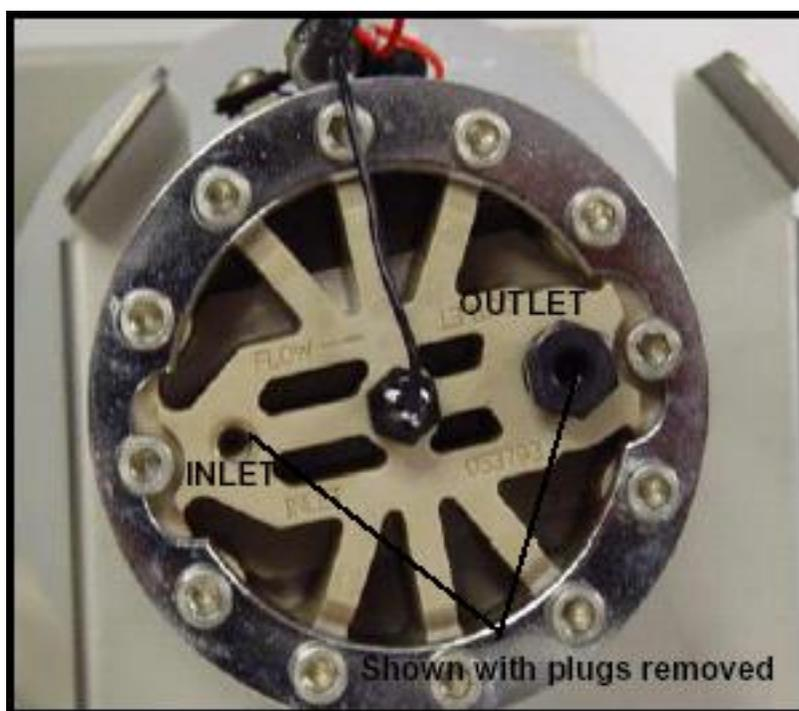

图 9-15. 淋洗液储罐的进出口
- ② 如图 9-15 所示，拆除旧淋洗液储罐的进出口管路，并用“死接头”密封放气孔；